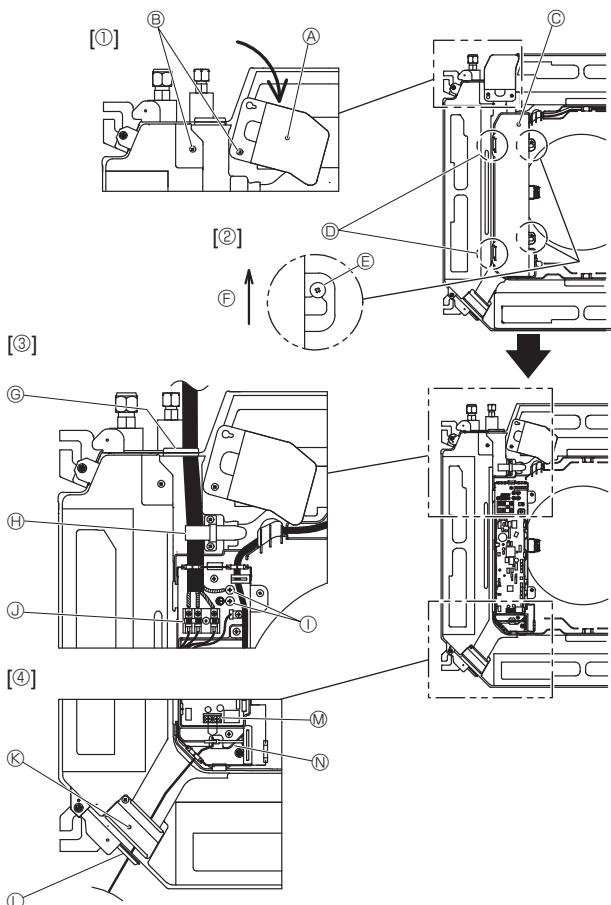

Fig. 6-1
6.1. Innendørsenhet (Fig. 6-1)
- Løsne de to skruene som holder på plass servicepanelet for elektriske ledninger, og snu deretter servicepanelet for elektriske ledninger. [Fig. 6-1 ①]
- Løsne de to skruene som holder på plass lokket på den elektriske koblingsboksen, og skyv deretter av lokket på den elektriske koplingsboksen. [Fig. 6-1 ②]
- Før strømkabelen, innendørs-/utendørsenhetens tilkoblingskabel og jordkabelen gjennom de respektive ledningsåpningene, som vist i diagrammet. [Fig. 6-1 ③] Plasser den avmantlede delen av strømkabelen og innendørs-/utendørsenhetens tilkoblingskabel i den elektriske boksen.
- Før fjernkontrollkabelen gjennom de respektive ledningsåpningene, som vist i diagrammet. [Fig. 6-1 ④, Fig. 6-3]